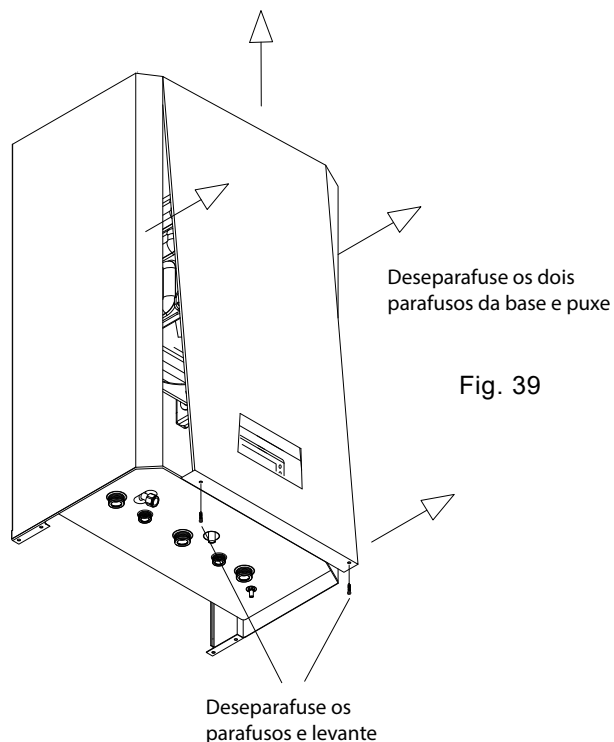
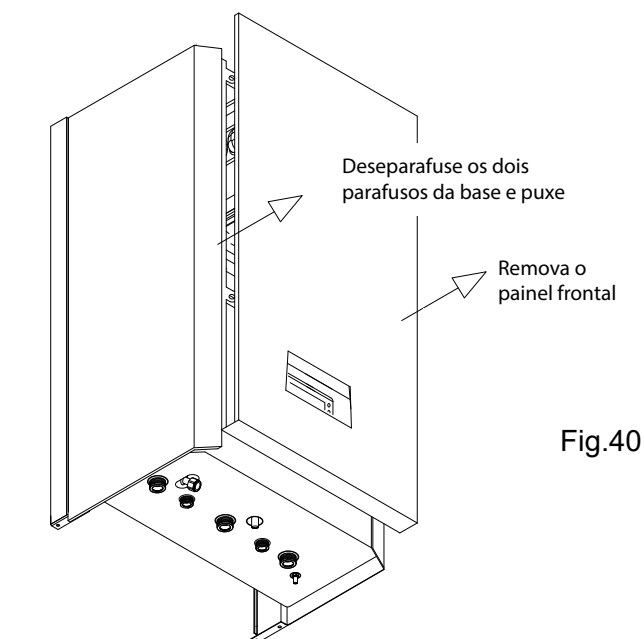

Fig. 39
Fig.40
Desligue a alimentação de gás. Retire o painel frontal (fig. 39). Desaparafuse a porca do tubo de gás e remova o clipe de fixação. Desligue os cabos de alimentação do ventilador. Desaparafuse os quatro parafusos que fixam o ventilador. Puxe o ventilador para frente.
8.3 REMOVER OS PAINÉIS LATERAIS (Fig. 40)
Retire o painel frontal (fig. 39) depois de retirar os parafuso da base. Desaparafuse os quatro parafusos no painel inferior. Desaparafuse os dois parafusos no painel lateral e puxe.
Retire o painel frontal (fig. 39). Remova o cabo dos eletrodos de ignição e/ou o cabo eletrodo de detecção. Desaparafuse os parafusos de fixação e coloque-os em um recipiente adequado para que não se percam. Retire cuidadosamente o eletrodo de ignição e/ou eletrodo de detecção da tampa do queimador, para não danificar o encaixe. Certifique-se de que a folga esteja correta e de que haja uma boa vedação quando substituídos.
Encerre a alimentação de gás. Retire o painel frontal (fig. 39).
Retire o painel frontal (fig. 39). Desconecte o cabo e remova o sensor do clip de fixação ao tubo. NOTA: Ao voltar a ligar, verifique se os fios estão colocados corretamente, tendo em conta a polaridade.
Retire o painel frontal (fig. 39). Desconecte o cabo e gire o sensor.
Retire o painel frontal (fig. 39), os painéis lateral inferior e esquerdo (fig. 40). Remova o clip de fixação e retire o tubo de plástico que liga o copo de condensados ao permutador de condensados. Desaparafuse a porca que prende o copo de condensados à câmara de combustão e remova-o. Se o painel lateral não puder ser removido, remova a válvula de gás (consulte a seção 8.9) e continue com as instruções acima.
Retire o painel frontal (fig. 39). Puxe a caixa do painel de controlo até que esteja ligeiramente fora da caldeira. Ao fazer isso, mova a caixa para frente até que a caixa de controlo fique livre. Isso permitirá o fácil acesso à parte inferior da caldeira.
Retire o painel frontal (fig. 39). Remova a caixa de controlo do painel (seção 8.22). Desconecte todos os ligadores da placa de controlo, desaparafuse os quatro parafusos e levante.
Retire o painel frontal (fig. 39). Remova o fio externo da caixa de controlo do painel. Substitua por controlo externo. **(Estes devem estar livres de tensão).**
Retire o painel frontal (fig. 39). Remova a caixa de controlo do painel (seção 8.22), ficando na posição horizontal na base da caldeira, como na fig. 52. Desaparafuse os quatro parafusos que fixam a tampa da caixa, remova a tampa. Desconecte todos os ligadores da placa de controlo, desaparafuse os quatro parafusos e retire-a. Isso permitirá fácil acesso ao display digital. Retire o cabo, desaparafuse os quatro parafusos e faça a substituição.